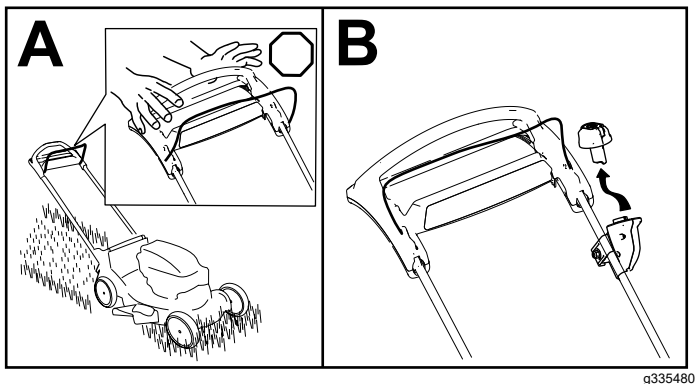

Figura 16
1. Suelte la barra de control de la cuchilla (Figura 16, A).
2. Retire el botón de arranque eléctrico del interruptor de arranque eléctrico (Figura 16, B).